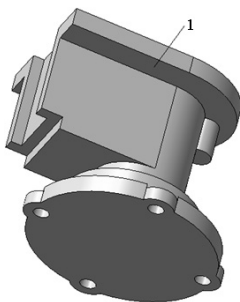

图 7-98 创建拉伸凸台 5
3) 拉伸凸台 5。单击“特征”控制面板中的 $\square$ （拉伸凸台/基体）按钮，或选择菜单栏中的“插入”→“凸台/基体”→“拉伸”命令，拉伸草图生成实体，设置拉伸深度为 8，效果如图 7-98 所示。
1) 设置基准面。单击图 7-98 所示的面 1，然后单击“标准视图”工具栏中的 $\downarrow$ （正视图）按钮，将该表面作为绘图的基准面。